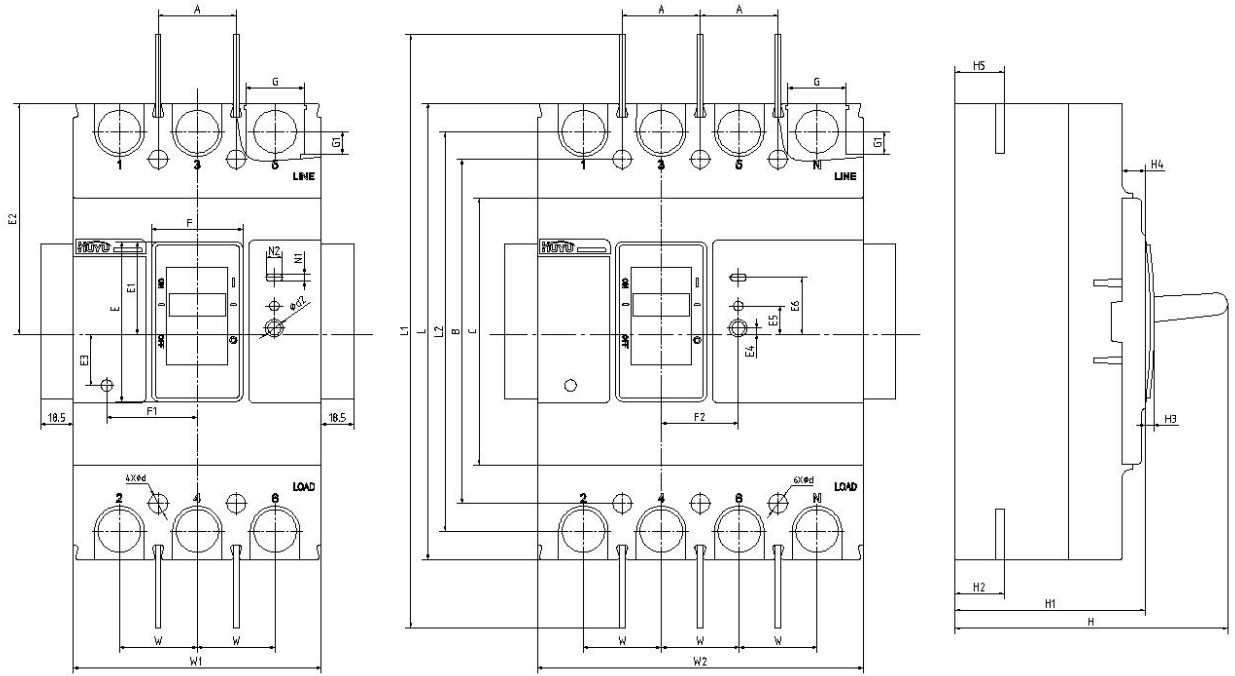

图 21 板前接线外形及安装尺寸
7.1 断路器板前接线外形及安装尺寸见图 21 及表 14。